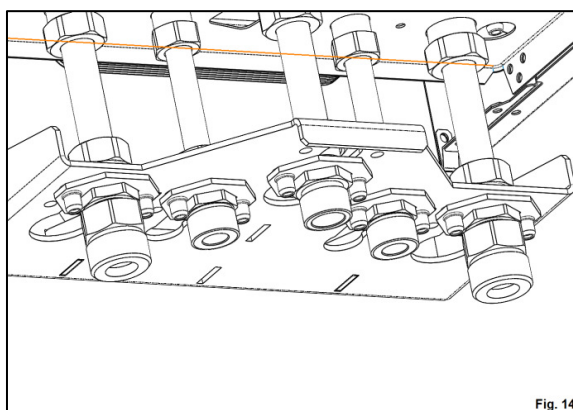

Fig. 14
9. Se ataseaza partea cu filet interior, a racordurilor olandeze L1, la racordurile F, asigurandu-se etansarea cu snur de canepa (Fig. 14).